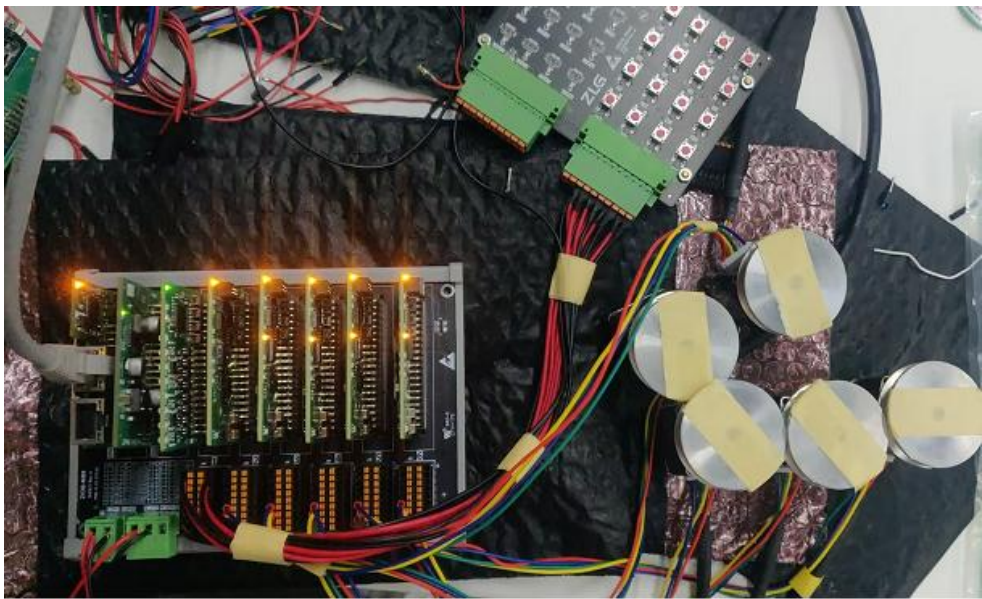

图 4.1 硬件环境
(1) 将 1 个 ZCPB-80600 耦合器、1 个 ZPWB-240302 电源模组、1 个 ZIOB-E1600DN 或 ZIOB-E1600DP 数字输入模组，5 个 ZMD-E1-050-ECT 步进电机模组，从左到右分别插入 ZIOB-MB8 分线底板；分别在 EtherCAT 24V 端子和系统 24V 端子接上两路独立的 24V 电源，对于简单测试也可共用一组 24V 电源，底板的大地 EARTH 可以悬空。
(2) 用网线连接 ZCPB-80600 耦合器的“IN”口和 PC 的以太网口，硬件环境如下图 4.1 所示。